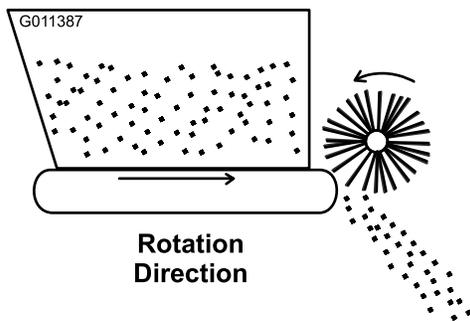

图 19
3. 将工作车的遥控液压杆移至运行位置。传送带和刷子应按照图 19 所示的方向旋转。